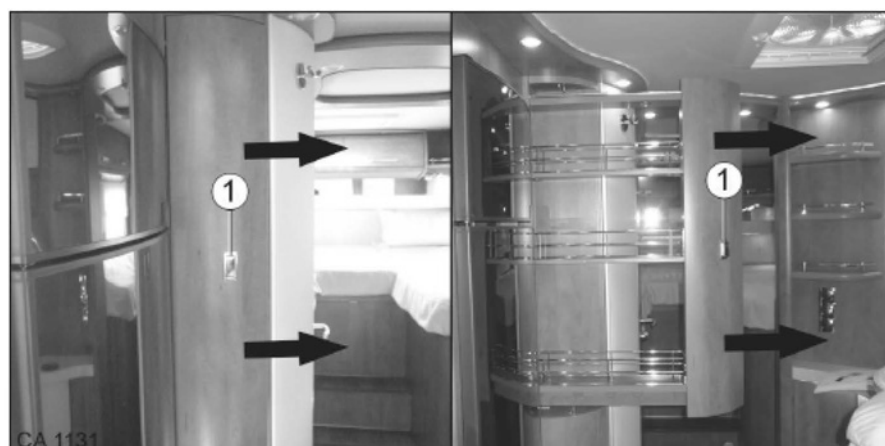

Fig. 104 Grand rangement coulissant variante 2
1. Ouvrir la fermeture push-lock (Fig. 104/1) (consulter le chapitre 6.12.2).
2. Fermer la fermeture push-lock (Fig. 104/1) (consulter le chapitre 6.12.2).